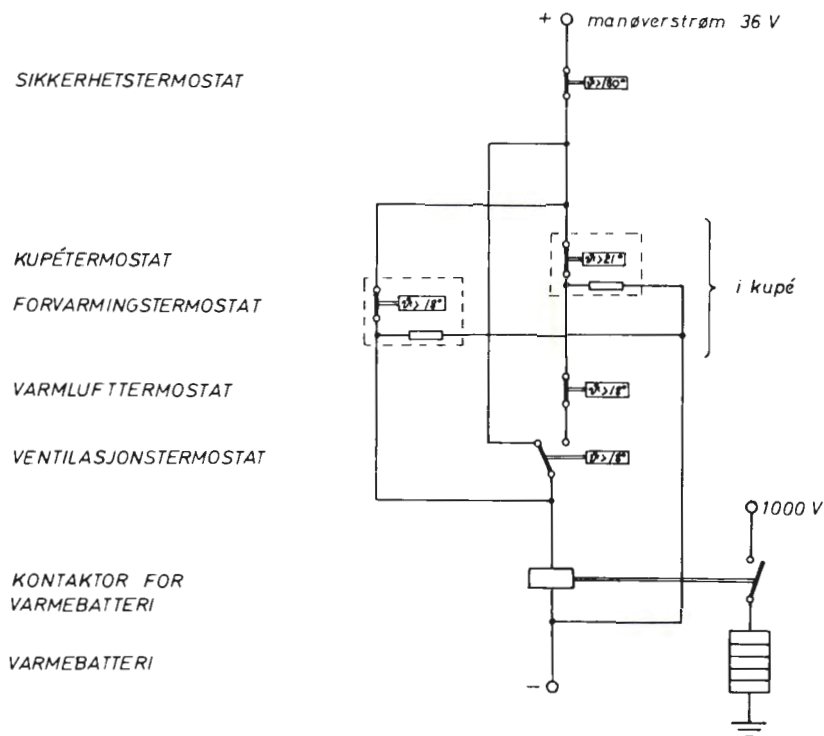

Fig. 7. Prinsippskjema for varmluftoppvarming.
Varme- og ventilasjonsluftens temperatur reguleres automatisk, avhengig av utetemperaturen, ved hjelp av 4 termostater for hver vognhalvdel, se fig. 7.
a) Forvarming, se fig. 7.